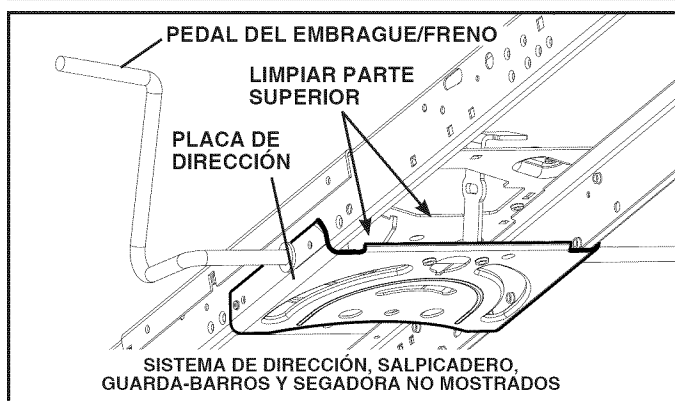

Fig. 25
- Limpie los desechos de la placa guía. Los desechos pueden limitar el movimiento del eje del pedal del freno/embrague, lo que hará que patine la correa y que se pierda la tracción. Vea Fig. 25.